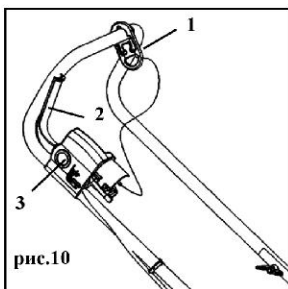

рис.10
6.1.3 Зафиксируйте шнур питания в держателе **1** (рис.10)
6.2.3 Нажмите на кнопку блокировки **3** (рис.10) и не отпускайте её.
6.2.4 Прижмите предохранительную ручку **2** (рис.10) Удерживая её в этом положении, отпустите кнопку блокировки. Убедитесь, что двигатель заработал, соответственно режущий механизм должен вращаться.
6.2.5 Остановка двигателя. Отпустите предохранительную ручку **2** (рис.10). Двигатель и режущий механизм остановятся через некоторое время.
6.4.1 Отпустите предохранительную ручку 2 (рис.10) и подождите пока двигатель остановится. Приподнимите крышку травосборника и снимите травосборник. Очистите травосборник.